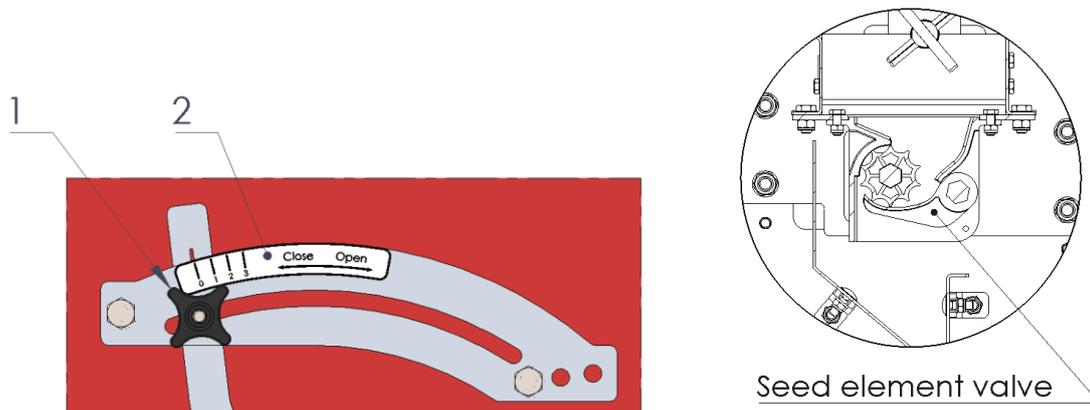

Figura 4a Figura 4b
3. A válvula do elemento das sementes pode ser ajustada para o tamanho das sementes a semear. Para semente de erva-fina, a válvula do elemento deve estar totalmente fechada. A roda dentada pega na semente. Nas sementes maiores, o espaço entre a roda dentada e a válvula não é suficientemente grande para permitir que as sementes passem. Por este motivo, a válvula deve ser um pouco mais aberta quando estiver a lidar com sementes maiores. Pode ajustar o tamanho da abertura com a alavanca de ajuste da válvula. A alavanca pode ser ajustada aliviando o punho de arranque (1), selecionando a posição desejada com a etiqueta indicativa (2) e apertando novamente o punho de arranque. (consulte a **Figura 4a**)